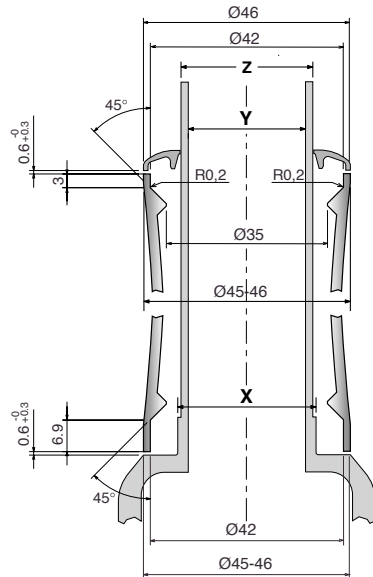

Fig. 1
- Mill the frame head tube with the appropriate tools in order to obtain the correct sizes indicated in fig. 1, pag. 5.
- Das Gabelschaftrohr des Rahmens mit Spezialfräsern nachbearbeiten, so dass seine Maße danach denjenigen in Abb. 1 auf Seite 5 entsprechen.
- Rectifier le tube de direction du cadre à l'aide des fraises appropriées de façon à ce que ses dimensions correspondent, après l'usinage, à celles qui sont indiquées sur la figure 1 de la page 5.
- Ruim de balhoofdruis van het frame met het daarvoor bestemde gereedschap om de juiste maatvoering te bereiken, zoals is aangegeven in fig. 1, bladzijde 5.